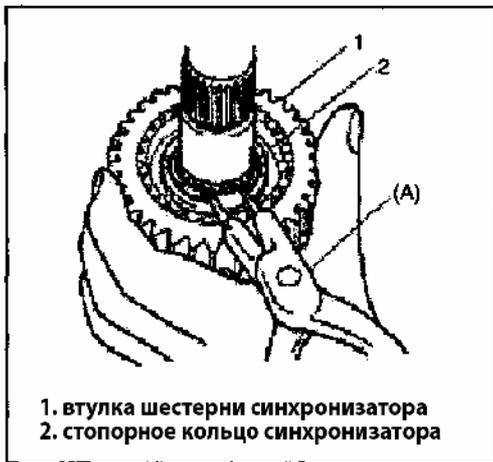

Рис. 378
- 4) Снимите стопорное кольцо (Рис. 378).